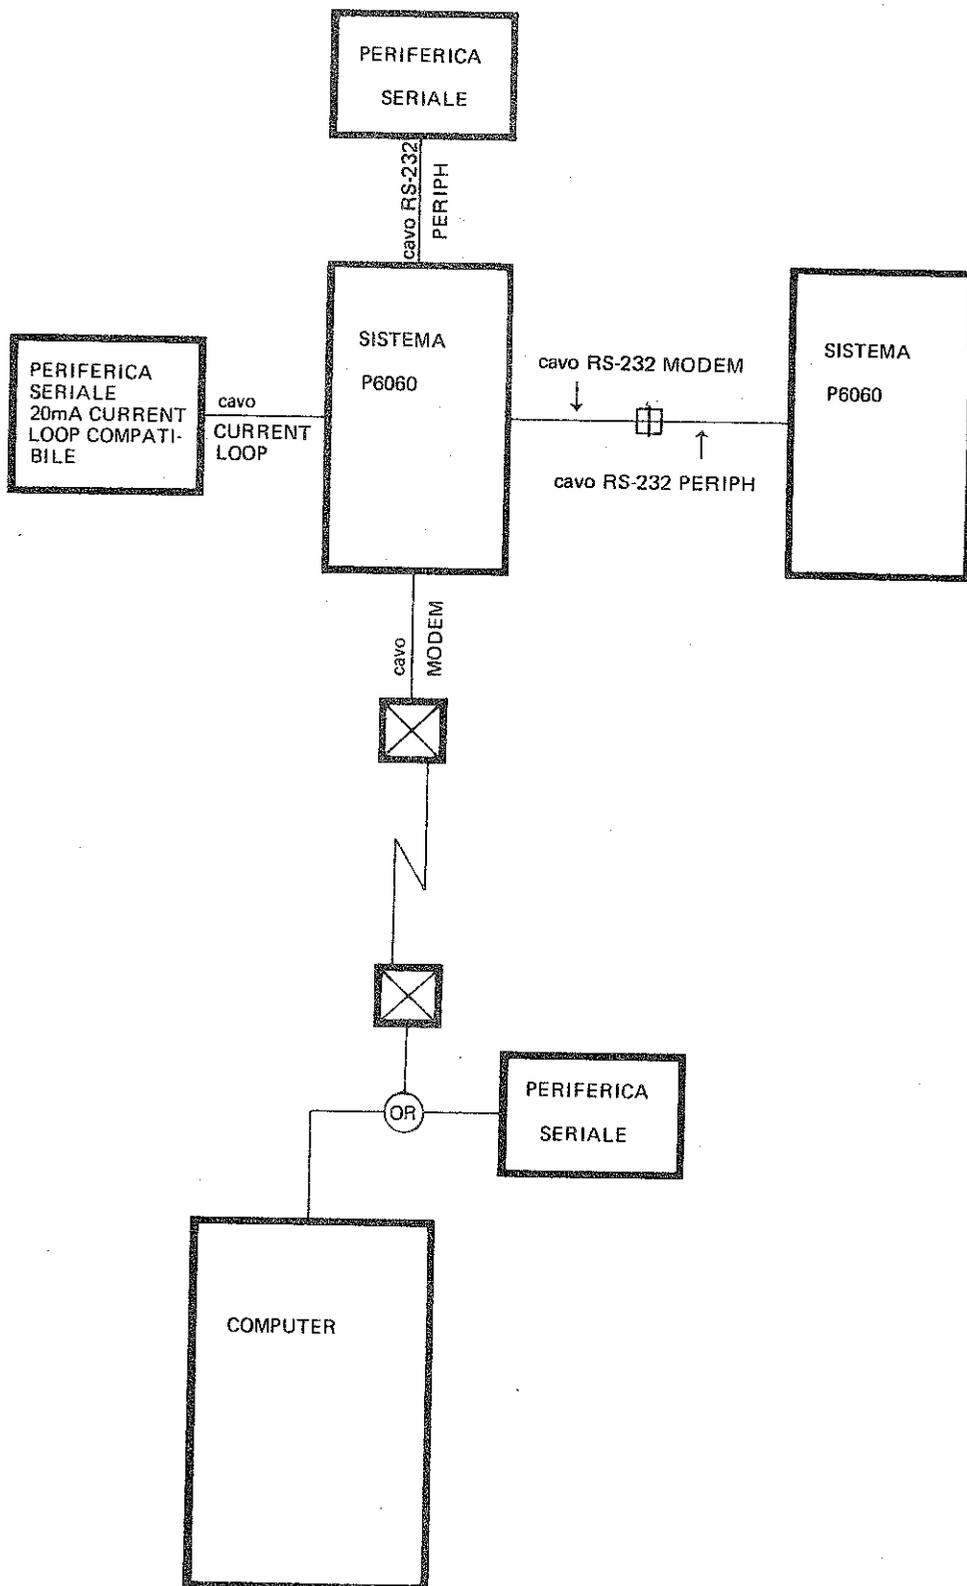

Figura 5-1 Configurazione tipica di sistema
A titolo di esempio, in figura 5-1 è presentata una configurazione che prevede la gestione di periferiche, con collegamento diretto o attraverso modem, ed il collegamento ad altri computer.
- 1- l'interfaccia RS-232-C lato DTE, mediante il cavo RS-232-MODEM con cui può collegarsi ad un modem asincrono od a periferiche seriali che realizzino il lato DCE dell'interfaccia (es. P6040), vedi figura 5-1.